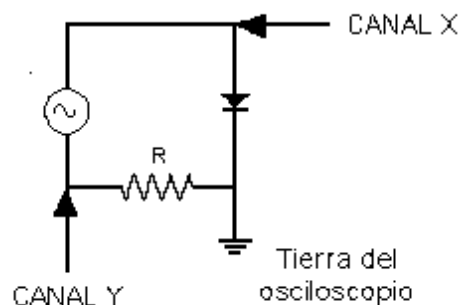

Figura 1. Circuito para observar la característica corriente-voltaje del diodo.
- 2.- Después de observar la Figura 1, la cual representa el circuito con el que va a visualizar la característica corriente-voltaje del diodo rectificador en la pantalla del osciloscopio, indique:
3.- Si se coloca ahora un diodo zener en el circuito de la Figura 1, indique qué mediciones puede realizar para determinar las características corriente-voltaje propias de este dispositivo: Voltaje de avalancha o zener V_z y resistencia dinámica r_z en la región de zener.
- 3.- Monte el circuito de la Figura 1 con el diodo rectificador como el dispositivo bajo prueba.
- 4.- Seleccione en el generador de funciones una señal sinusoidal de magnitud 10 Vpico y frecuencia alrededor de 1kHz, mida estos valores con el osciloscopio y registre dichos valores en la siguiente tabla. Aplique dicha señal a su circuito y conecte ahora las puntas de prueba de su osciloscopio de la manera indicada en la Figura 1. **Recuerde que el osciloscopio DEBE ESTAR FLOTANDO.** Como primer paso, observe las señales en ambos canales simultáneamente en función del tiempo, y anote sus observaciones sobre las mismas en el espacio correspondiente. Observe que, de acuerdo con la convención utilizada generalmente, la polaridad de la señal del canal CHX es positiva, mientras que la señal del canal CHY es negativa. Active el control de inversión de esta señal en el osciloscopio para tener ambas señales con polaridad positiva. Mida el voltaje pico de dichas señales y regístrelo en la siguiente tabla.